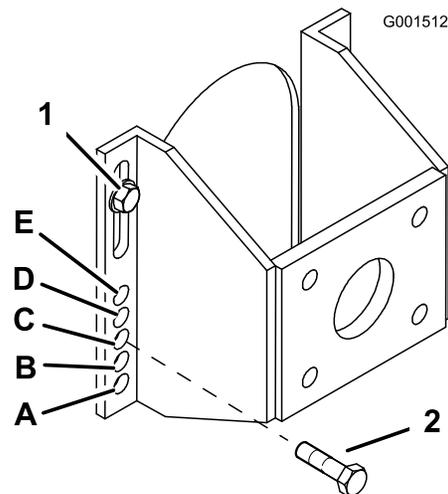

Figure 4
5. Desserrez, mais ne retirez pas, les 2 boulons d'essieu supérieurs (Figure 4).
6. Retirez les 2 boulons d'essieu inférieurs (Figure 4).
7. Élevez ou abaissez le support de fixation pour insérer les 2 boulons de réglage d'essieu dans le trou voulu (Figure 4).